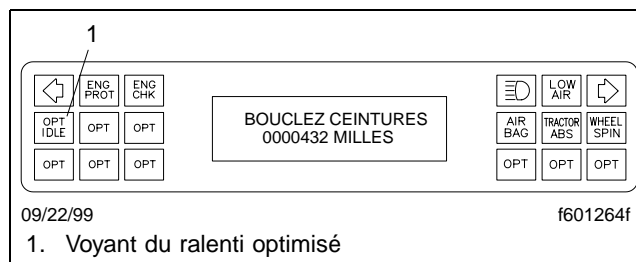
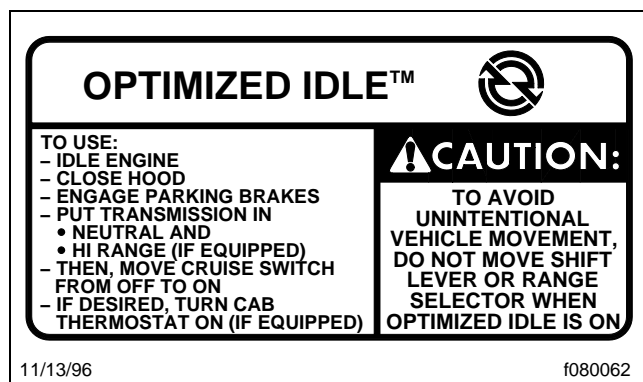
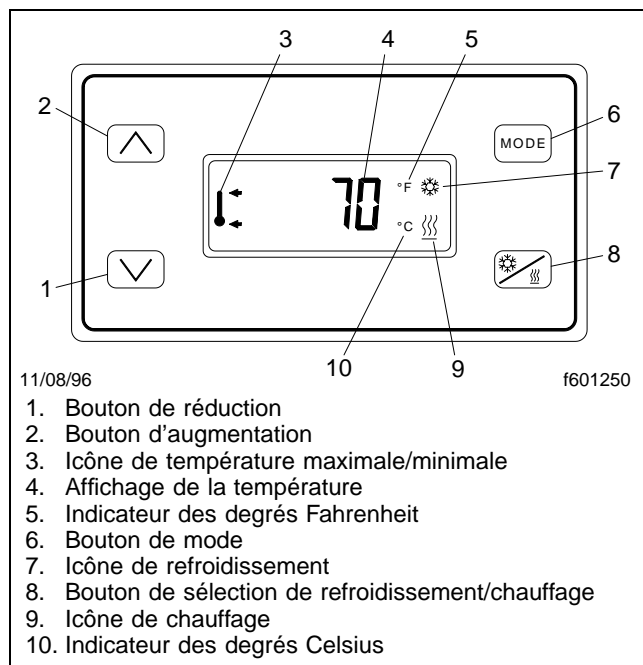

Fig. 7.9, Voyant du ralenti optimisé
Fig. 7.10, Étiquette du ralenti optimisé sur le tableau de bord
Fig. 7.11, Thermostat du ralenti optimisé
Les véhicules munis du ralenti optimisé ont une étiquette et un voyant sur le tableau de bord. Le voyant du tableau de bord se trouve sur le centre des messages du tableau de bord ou sur le centre des messages du conducteur, sur le panneau A. Reportez-vous à la **figure 7.9** et à la **figure 7.10** pour les détails de l'étiquette du tableau de bord. Si le véhicule est muni du mode thermostat, un thermostat se trouve dans le compartiment couchette, au-dessus de la couchette. Voir la **figure 7.11**.
- 2.2 Mettez le thermostat en marche en touchant l'un quelconque des quatre boutons. Voir la **figure 7.11**.